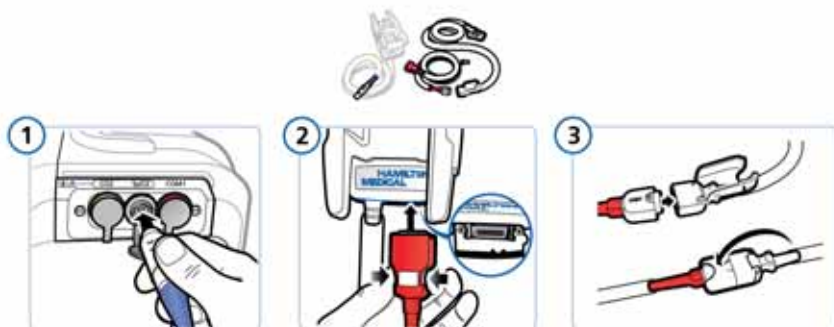

Рисунок J-11. Подсоединение кабелей
- подсоедините кабели (см. рис. J-11);